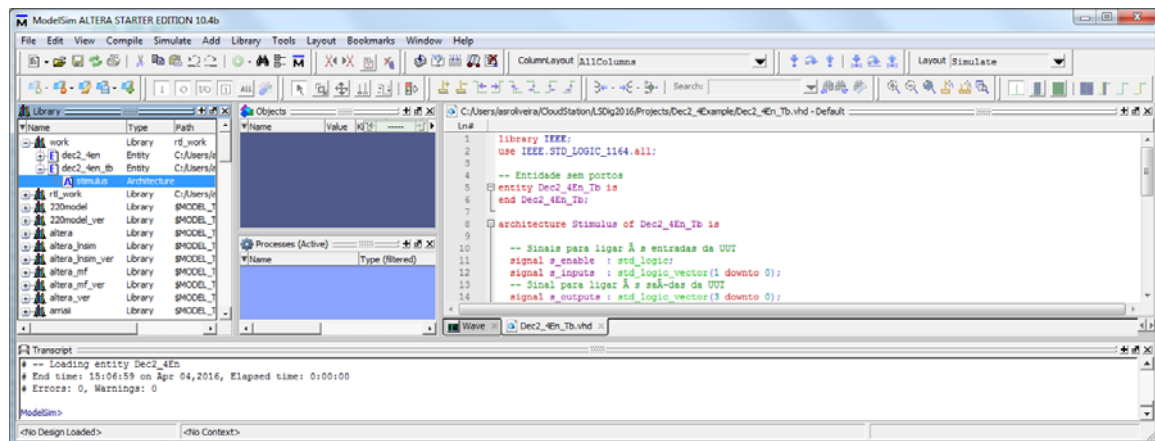

Figura 6 – Início da simulação da entidade **Dec2\_4En\_Tb** e arquitetura **Stimulus**.
9. Inicie a simulação através de um duplo clique na arquitetura “stimulus” da entidade “dec2\_4en\_tb” apresentada na biblioteca “work” (projeto atual) na janela “Library” da aplicação “ModelSim Intel FPGA Starter Edition” (Figura 6).